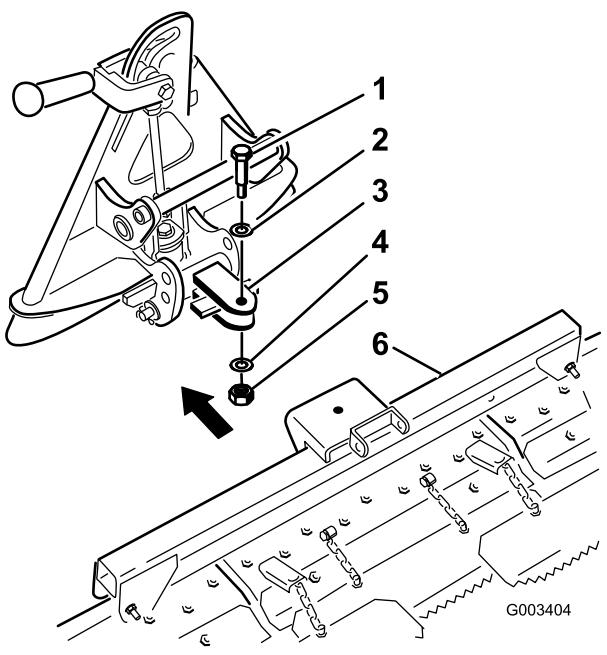

図 3
1. ショルダ・ボルト (0.531 x 1.063)、ワッシャ (0.531 x 1.063)、ワッシャ (0.469 x 0.922)、ロックナット (7/16 in) を使い、図 3 のようにピボット・アセンブリをツース・レーキに取り付ける。